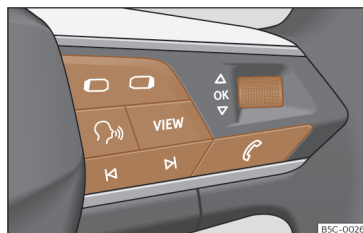

Fig. 7 Côté droit du volant multifonction : touches permettant d'utiliser les menus et les messages d'information du combiné d'instruments (selon les versions).
Lorsqu'un message d'avertissement de priorité 1 >>> page 21 s'affiche, aucun menu n'est accessible. Certaines alertes peuvent être confirmées et masquées en appuyant sur la touche **OK** du volant multifonction >>> **fig. 7**.
- Si le système affiche un message ou le pictogramme d'un véhicule, appuyez sur la touche **OK** >>> **fig. 7** plusieurs fois si nécessaire.